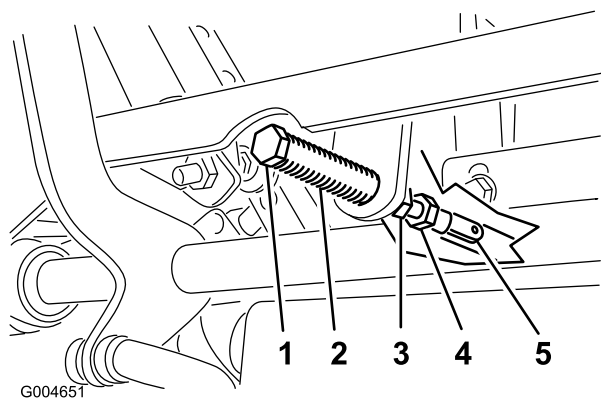

図 63
5. クレビス・ピン (ピボット・シャフトの上のアームについている) がスロットの端部に接触する (スプリングに圧力が掛かり始める位置) まで、レバーを手前に引く (図 63)。
7. 調整が必要な場合は、ジャム・ナットをゆるめて調整ナットをヨーク側に移動できるようにする(図 63)。
8. コントロール・レバーを軽く手前(後退側)に引きながら、調整ボルトを回して、コントロール・レバーがちょうどニュートラル固定位置にくるように調整する(図 63)。
9. ナットとジャム・ナット(図 63)を締め付ける。
- ボール・ジョイント部でジャム・ナット（図 63）を締めつける。